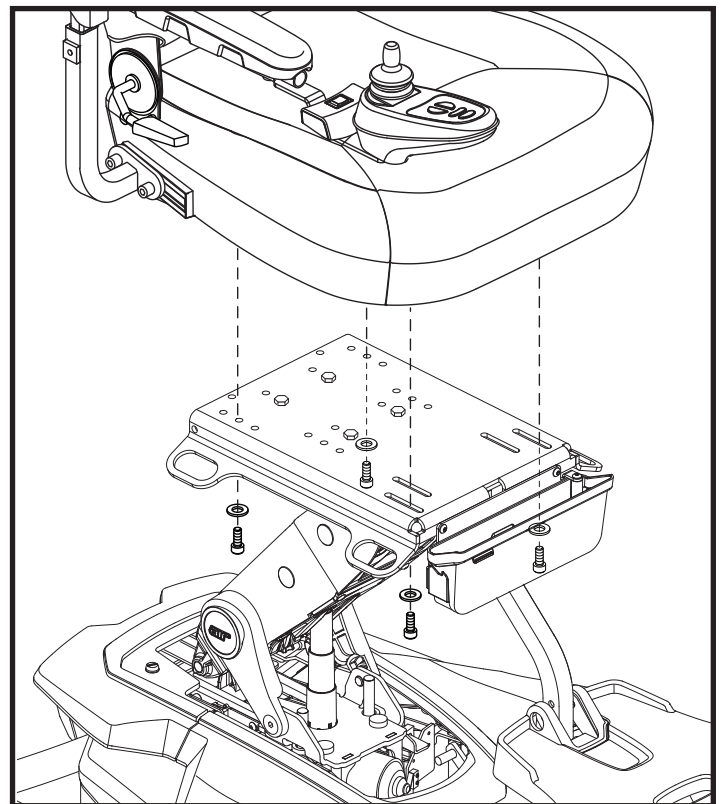

Figure 10. Installation du siège
9. Basculez le siège vers l'arrière. Commencez avec le boulon et la rondelle avant à travers la fente dans la plaque du siège et alignez avec le trou taraudé dans la partie inférieure du siège. Commencez à serrer à la main, laissez lâche. **Voir la figure 10.**